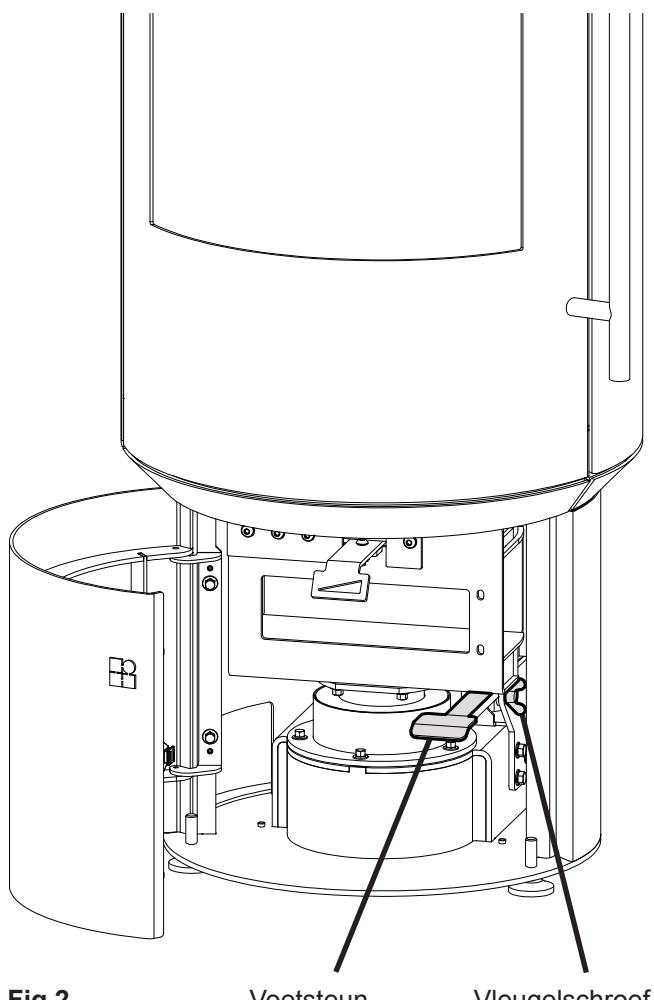

Fig.2
De haardkachel wordt gearriveerd (niet draaibaar) geleverd. Als de kachel draaibaar moet zijn, moet de vleugelschroef aan de rechterkant van de voetsteen worden uitgedraaid en verwijderd (zie Fig.2). De voetsteen is gelegen achter de inspectiedeur.
- Om de OEC eenvoudiger te kunnen inbouwen, moet het draaibare deel van het apparaat met behulp van de voetsteun (zie Fig.2) volledig naar links resp. rechts worden gedraaid. Zie hoofdstuk „Haardkachel draaibaar“ voor het ontgrendelen van de voetsteun.